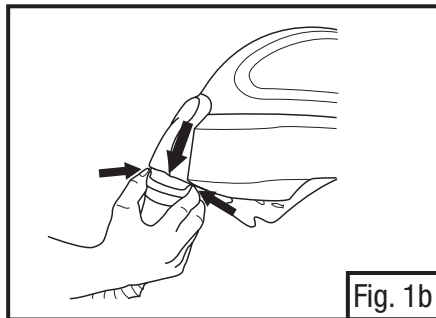

Fig. 1b
- Para desconectar a traquéia comprima os cliques na extremidade do QRS (Pivô de Soltura Rápida) e puxe para trás para removê-lo (Fig. 1b).